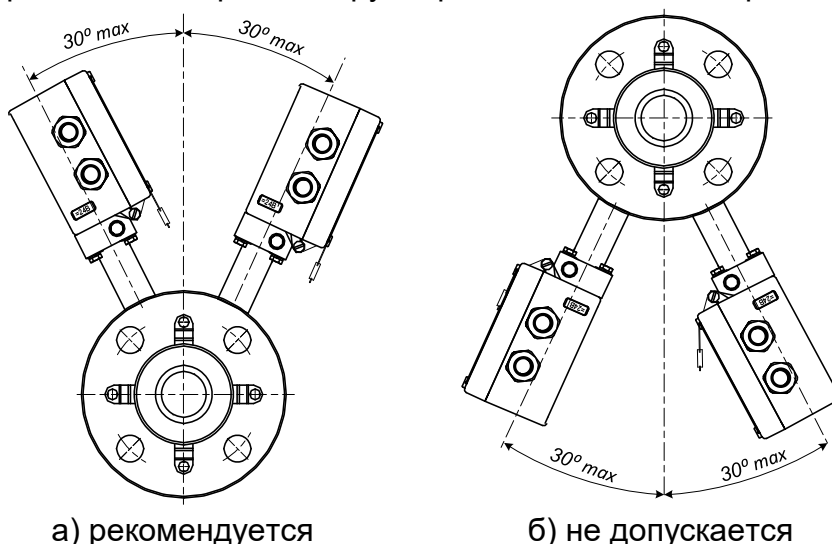

Рис.2. Расположение измерительного блока ЭМР при монтаже.
3.2.4. При монтаже в горизонтальный или наклонный трубопровод рекомендуется располагать ЭМР измерительным блоком (ИБ) кверху (рис.2а). Угол отклонения оси стойки ИБ от вертикальной плоскости, проходящий через ось трубопровода, не должен превышать 30° .